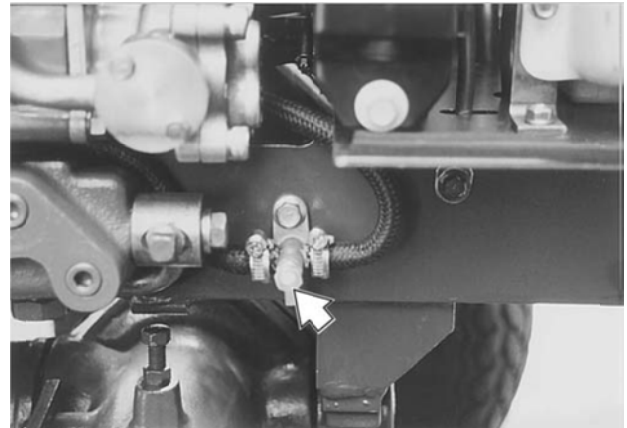

Рис. 59 (комбинированный кран слива жидкости радиатора и блока двигателя)
1. Снимите крышку радиатора и откройте сливной кран, расположенный с правой стороны рамы трактора. Жидкость сольется из радиатора и блока двигателя (см. рис. 59).